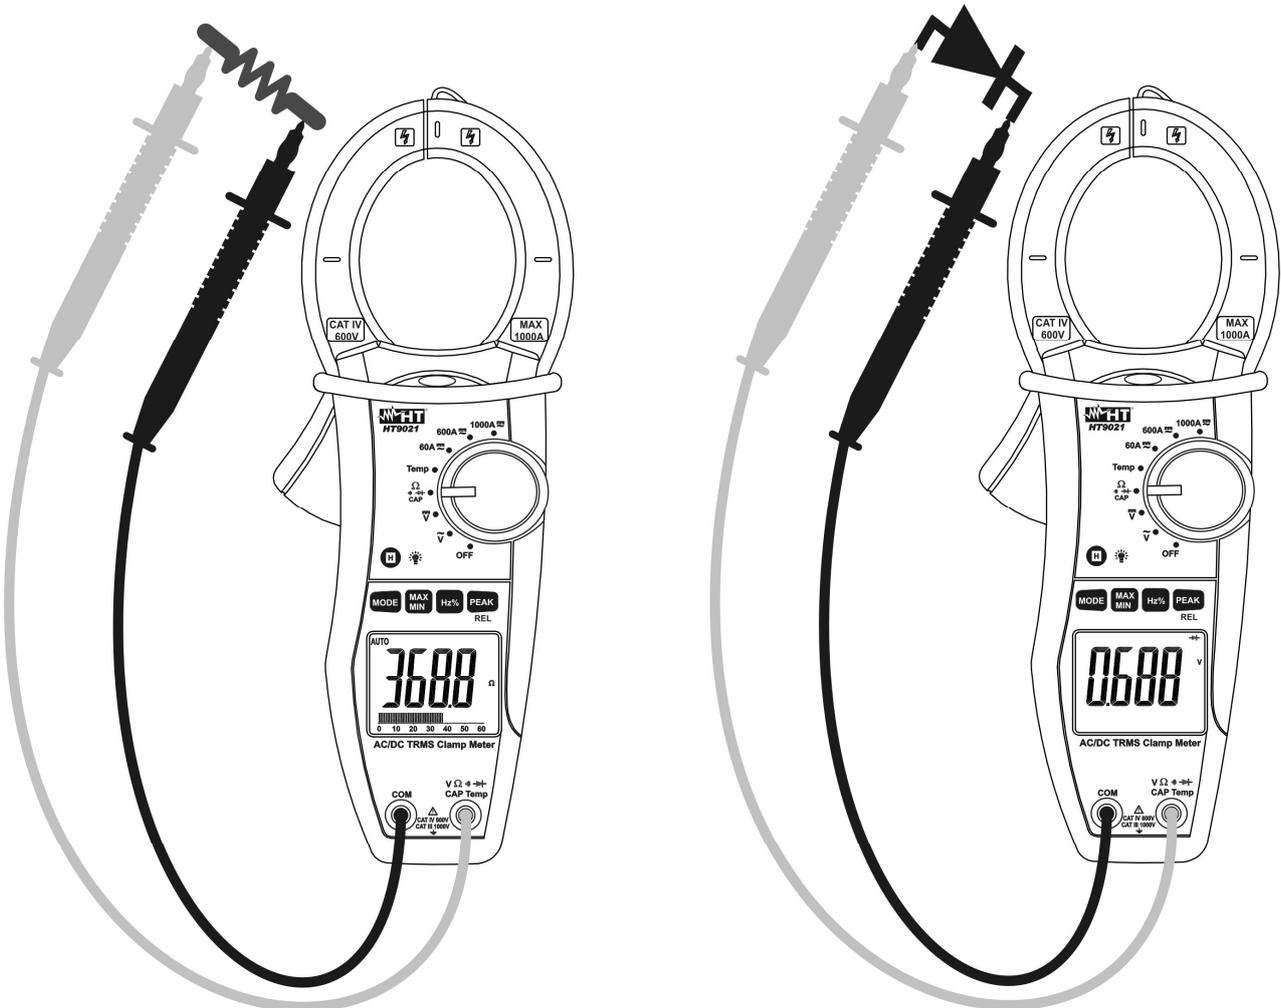

Fig. 6: Uso da pinça para Testes de continuidade e Testes de díodos
3. Inserir o cabo vermelho no terminal de entrada $V\Omega$ (🔔) \rightarrow CAP Temp e o cabo preto no terminal de entrada **COM** e efetuar o teste de continuidade sobre o objeto em teste (ver Fig. 6 – parte esquerda). O indicador sonoro emite um sinal acústico quando o valor da resistência medido é inferior a cerca de 60Ω
5. Ligar a ponteira vermelha ao ânodo do diodo e a ponteira preto ao cátodo no caso de medição de polarização direta (ver Fig. 6 – parte direita). Inverter a posição das ponteiros no caso de medição de polarização inversa